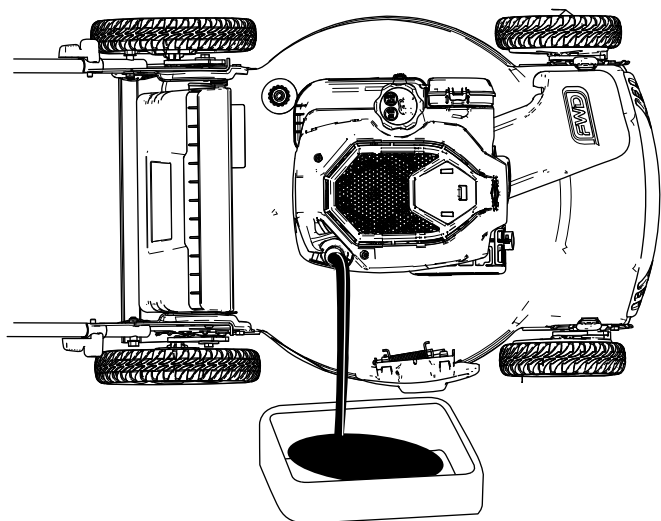

Figura 25
4. Inclinate la macchina sul fianco (di modo che il filtro dell'aria si trovi in alto) per scaricare l'olio usato attraverso il tubo di riempimento (Figura 25).